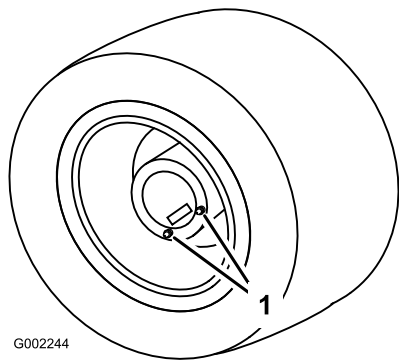

図 48
1. 平らな場所で、点検/ドレンプラグが一番下の位置 (ドレン位置) にくるようにして駐車する図 48。
3. ドレンプラグの下に容器を置き、プラグを外す (図 48)。